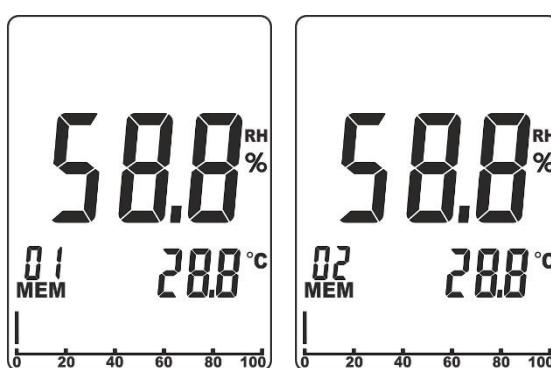

Fig. 3: Sauvegarde des résultats des mesures
1. Avec résultat présent à l'écran (voir Fig. 3 – à gauche) enfoncer et maintenir enfoncée (>2s) la touche **MEM/ALM** jusqu'à ce que l'instrument émette un son
2. Le résultat des relevés en enregistré dans la position indiquée en bas de l'écran (voir Fig. 2 – élément 15) et l'instrument affiche automatiquement la position suivante disponible (voir Fig. 3 – à droite)